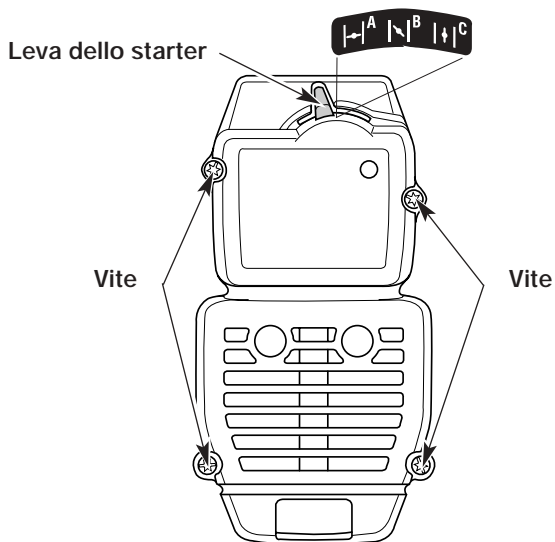

Fig. 21
1. Porre la leva dello starter in posizione intermedia (B).
**NOTA:** La leva dello starter deve essere in posizione intermedia (B) (Fig. 21) per consentire l'estrazione del carter del filtro dell'aria/tubo di scappamento.
2. Togliere le quattro (4) viti tenendo fermo il filtro dell'aria/tubo di scappamento (Fig. 21). Utilizzare un cacciavite a lama piatta o a punta Torx n°T20.
**NOTA:** La leva dello starter deve trovarsi in posizione intermedia (B) (Fig. 21) per consentire il riposizionamento del carter del filtro dell'aria/tubo di scappamento.
2. Inserire le quattro (4) viti nei fori del carter del filtro dell'aria/tubo di scappamento (Fig. 21) e chiuderle mediante un cacciavite a lama piatta o a punta Torx n°T20. Non serrare troppo o esercitare pressione.